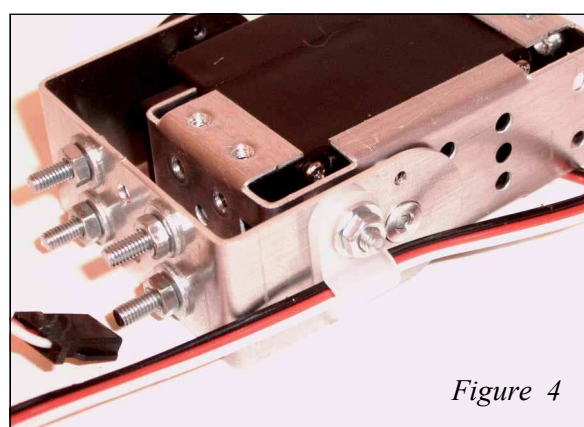

Figure 4
**Étape 3 :** Placer le palonnier (4) sur la fourche (2). S'assurer que les trous de la fourche (2) soient alignés avec les trous du palonnier (4). Visser l'ensemble avec les vis attache-palonnier de 1.6mm (7) et les écrous palonnier de 1.6mm (8). Voir figure 4 et 5.
Avant de fixer la fourche sur le bloc moteur, passer la vis tête fraisée de 8mm dans l'orifice intérieur situé du côté de l'axe court. Passer le câble du servomoteur dans le guide-fils, puis passer le guide fils sur la vis, et enfin passer la rondelle et serrer avec l'écrou. Voir figure 4.